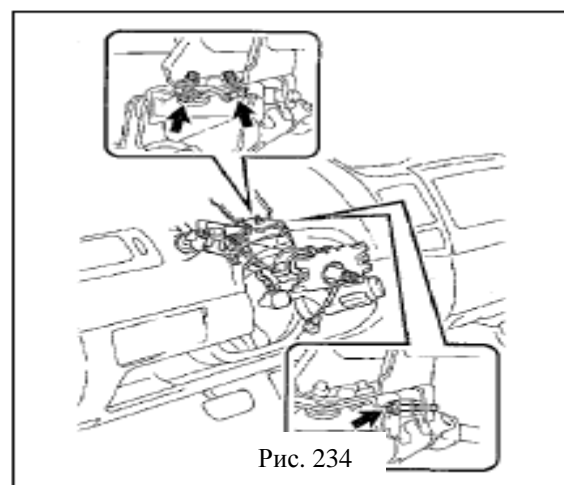

Рис. 234
- (1) Нанесите отметки для обозначения взаимного расположения трубки шлицевого соединения и промежуточного вала.
- (2) Открутите болты (указаны стрелками).(рис. 234)